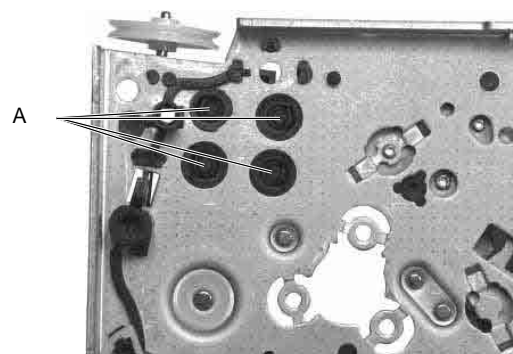

Fig. 16
- Von unten die vier Sicherungsbolzen (A, Fig. 16) herausdrücken und Motorhalter abnehmen.
- Push out the four securing bolts (A) from the bottom and remove the motor holder (Fig. 16).